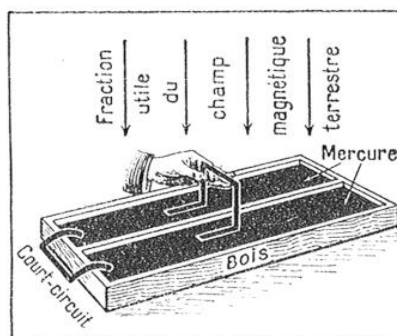
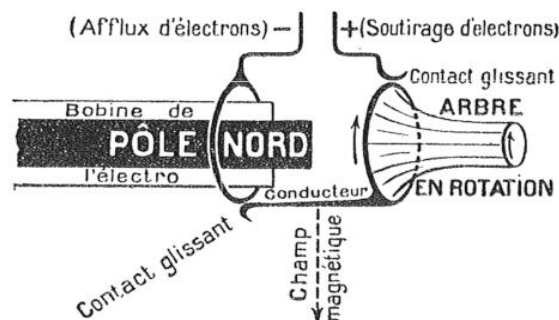

FIG. 3
FIG. 5.
Pour cela, on se sert des mêmes rigoles de mercure que précédemment, mais (fig. 3) on coupe toute relation avec le secteur et on court-circuite extérieurement les deux rigoles. Ceci fait, on saisit une partie quelconque du pont (2) entre le pouce et l'index
(1) Pour trouver le *sens* du déplacement du pont, il suffit d'appliquer la règle des trois doigts de la main gauche (*La Science et la Vie*, p. 467, fig. 5) en faisant coïncider le pouce avec le champ magnétique et le médium avec la vitesse : l'index donne la direction de la force appliquée.
(2) Isolé ou dénudé, peu importe.
Dans la partie horizontale du pont de la figure 3, les électrons sont entraînés de la gauche vers la droite. Ils sont alors soumis, de la partie du champ magnétique (dirigé de haut en bas), à une force dirigée d'arrière en avant, qui les souffle dans ce sens, d'où production de courant électrique.
(1) On applique à nouveau la règle des trois doigts de la main gauche (*La Science et la Vie*, p. 467, fig. 5) en faisant coïncider le pouce avec le champ magnétique et le médium avec la vitesse communiquée par la main aux électrons : l'index donne la direction de la force appliquée.
Le principe, schématisé par la figure 3, a été l'objet de réalisations industrielles, qui se sont appliquées à satisfaire aux trois conditions précédentes :
a) Au lieu du champ magnétique terrestre, dont l'intensité est infime, on utilise l'un des pôles, par exemple le pôle nord (fig. 5), d'un électroaimant (dit « inducteur ») ;
b) Pour accroître la vitesse, on rend le conducteur solidaire d'un arbre de machine, en rotation rapide (4) ;
(1) Emergeant du mercure.
(2) Une section du fil est néanmoins traversée, pendant chaque seconde, par 200.000 milliards d'électrons.
(3) Notamment que les fils de jonction seront plus gros et plus courts.
(4) Naturellement, on supprime le mercure (fig. 3) et on aménage deux contacts glissants (fig. 5).
C'est exactement la réalisation industrielle de l'expérience schématisée par la figure 3 : le conducteur (qui remplace la partie médiane du pont, figure 3) tourne d'un mouvement uniforme dans le champ magnétique qui entoure le pôle nord d'un électroaimant. On n'a représenté qu'un conducteur, mais, dans la pratique, on en emploie un grand nombre (tous parallèles et le long de la surface latérale d'un cylindre).
Au lieu de promener le flotteur de cuivre dans le champ magnétique terrestre (fig. 3), nous allons le faire passer successivement devant les deux pôles N et S d'un aimant (fig. 6) : le champ magnétique qui règne au voisinage de cet aimant est suffisamment intense pour que, dans cette nouvelle expérience, nous puissions complètement négliger l'influence de la Terre.
(1) Le pôle sud (non représenté fig. 5) pourrait être entouré d'une cage d'écureuil analogue à celle dont nous venons de parler.
II. On passe devant le pôle nord N ; le champ magnétique a le même sens que sur les figures 3 et 4 ; les électrons sont donc soufflés d'arrière en avant ;
Le pont de cuivre de la figure 3 est déplacé avec la main de gauche à droite, et il passe successivement devant les pôles nord et sud de l'aimant.